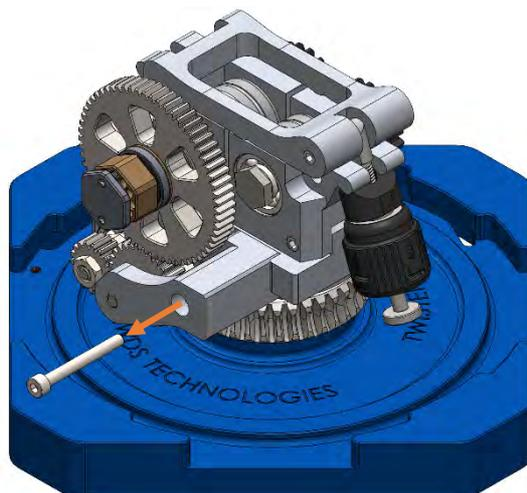

Figure 30
2. A l'aide de la clé Allen, dévisser la vis de blocage du module en faisant attention à ce que ce dernier ne tombe pas. figure 30;